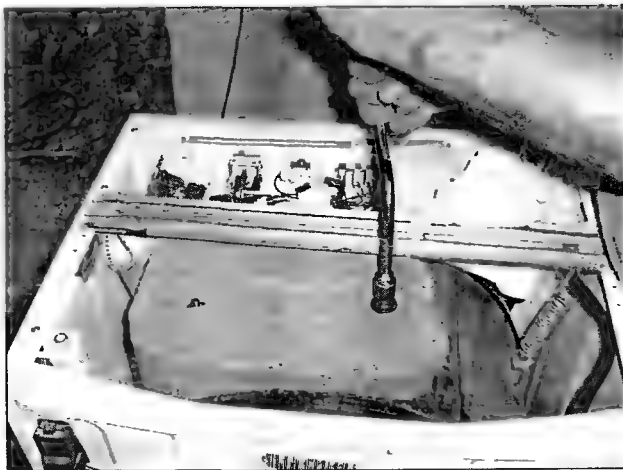

Рис. 1.8.11
- устанавливают и закрепляют противовес (рис. 1.8.11) и планку;